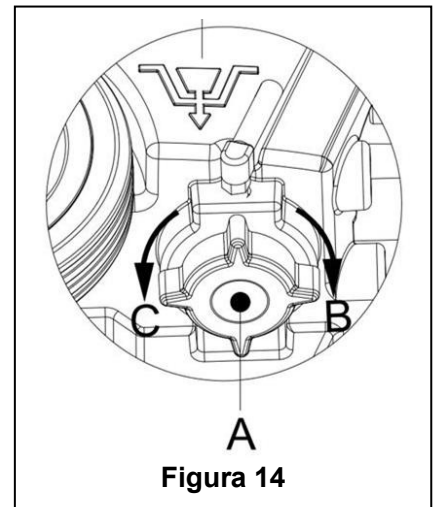

Figura 14
7. Como se indica en la **Figura 14**, gire la tapa del Depósito de disolución (A) en sentido anti-horario para abrirlo en dirección C y vacíe completamente el Depósito de disolución. Use agua fresca para enjuagar el interior del Depósito de disolución. Al terminar el trabajo, asegure la tapa del Depósito de disolución (A) en sentido horario en dirección B.